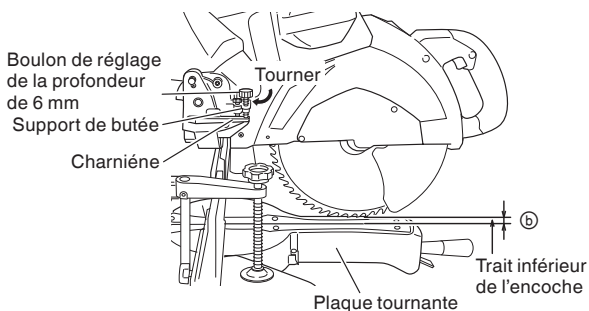

Fig. 47
- (1) Tourner le support de butée dans la direction indiquée dans la Fig. 47. Abaisser la tête du moteur et tourner le boulon de réglage de la profondeur de 6 mm à la main (où la tête du boulon de réglage de la profondeur de 6 mm touche la charnière).